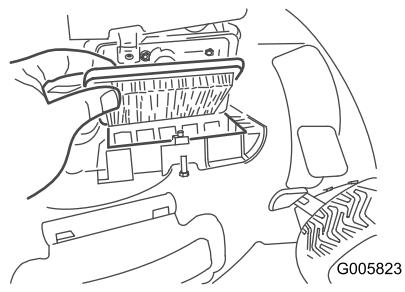

Figure 25
- Remplacez le filtre à air (Figure 25).